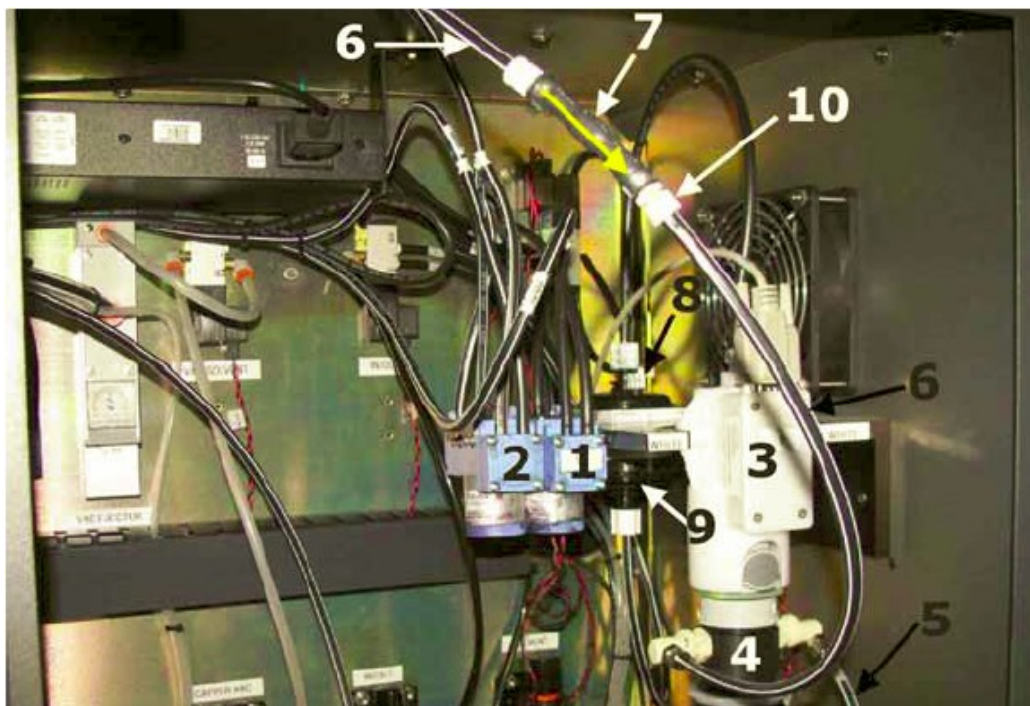

Рисунок 1 – 55: Рециркуляция белой краски
11. Установите число 30, назад, в раздел **Recirculation Interval** (Интервал рециркуляции), Рисунок 1 – 56 пункт 3 и сохраните изменения.